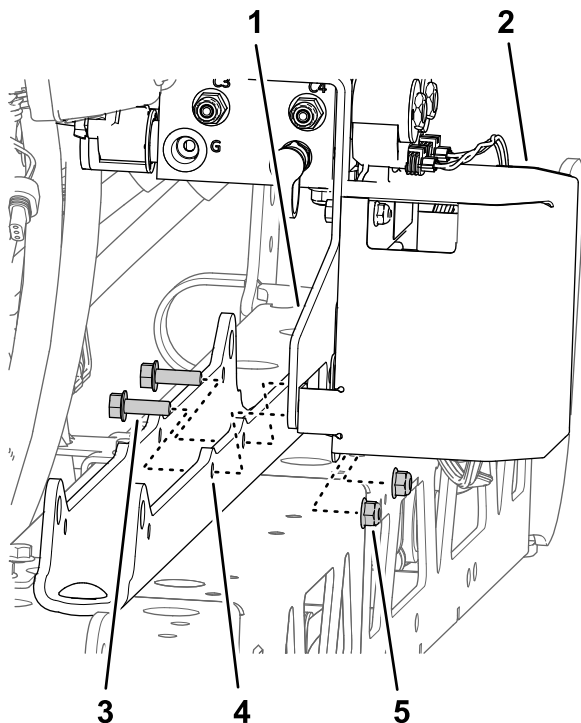

Figura 95
- B. Monte el soporte del distribuidor y el soporte del controlador TEC en el soporte de los cilindros (Figura 95) con los 2 pernos con arandela prensada (5/16" x 1") y la contratuerca con arandela prensada (5/16") que retiró en el paso 1 de Retirada del distribuidor de elevación de la sección de fumigación central (página 22).